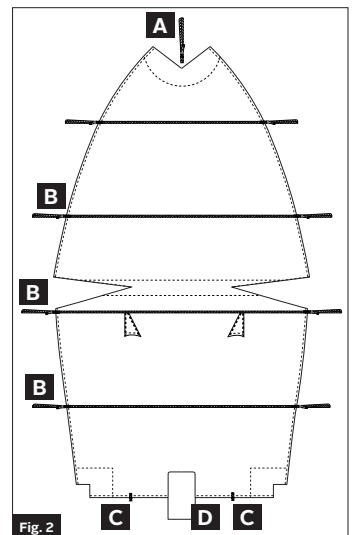

Fig. 2
2. Locate the yellow label marked "FRONT". Starting at the front install the cover hooking it over the bow and pulling it back towards the stern, covering the rear corners and motor (Fig. 2 D).
5. Locate the two stern straps with looped ends (Fig. 2 C) Route the strap around a trailer beam or stationary point on your boat and thread the clip end of the strap through the loop end of the strap (Fig. 1) then hook the clip end of the strap into the corresponding buckle socket on the cover. Repeat with the other stern strap.
5. Repérez les deux sangles de la poupe qui possèdent des boucles en toile (fig. 2 C) à leurs extrémités. Faites passer la sangle autour de la barre de remorquage ou tout autre point fixe du bateau et insérez l'attache mâle dans la boucle en toile de la sangle (fig. 1) puis insérez l'attache mâle de la sangle dans l'attache femelle correspondante de la housse. Répétez l'opération pour l'autre sangle de la poupe.
6. Repérez les sangles latérales (B) (il existe trois ou quatre sangles de chaque côté selon la taille de votre housse). Faites passer la sangle autour de la barre de remorquage et revenez jusqu'à l'attache femelle correspondante de la housse. Répétez l'opération avec les autres sangles latérales. Faites la même chose avec la sangle de la proue (A). Après avoir fixé les attaches de TOUTES les sangles, serrez toutes les sangles en tirant dessus et réglez leur longueur si nécessaire pour qu'elles soient toutes bien serrées.